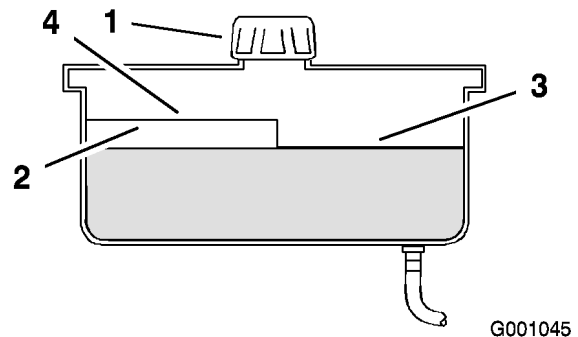

Bild 62
2. Reinigen Sie den Bereich um den Einfüllstutzen des Hydraulikbehälters (Bild 62).
3. Drehen Sie den Deckel vom Einfüllstutzen ab. Schauen Sie in den Stutzen um sicherzustellen, dass Öl im Behälter ist (Bild 62).
Hinweis: Der Füllstand sollte bei heißem Öl die Oberkante der heißen Einfüllmarkierung der Zwischenplatte erreichen (Bild 62).